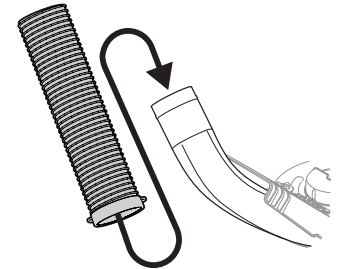

Figura 28
2. Levante por las manijas del extremo de la manguera. Deslice la manguera sobre el canal de la embolsadora montado en la plataforma de corte, como se ilustra en la Figura 28.